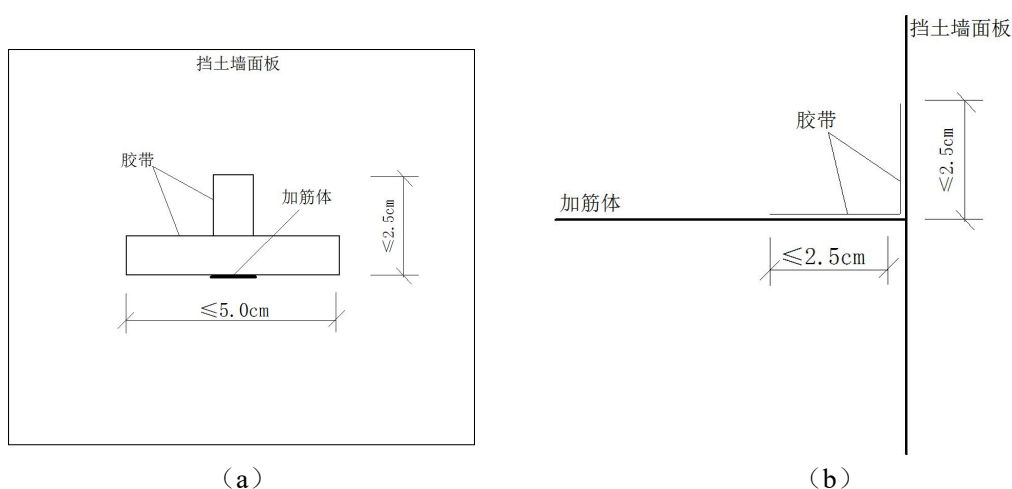

图 4 加筋体与挡土墙面板的连接方式
- 加筋体与挡土墙面板应采用胶带连接，必须采用单面黏贴形式，黏贴长度及加固长度应符合图 4 要求。每一块胶带黏面必须与墙面板或加筋体粘结，所有胶带必须位于墙面板的三个垂直平面之一。
- c) 用来连接筋材和墙面板的胶带尺寸不符合图 4 要求，扣 8 分。